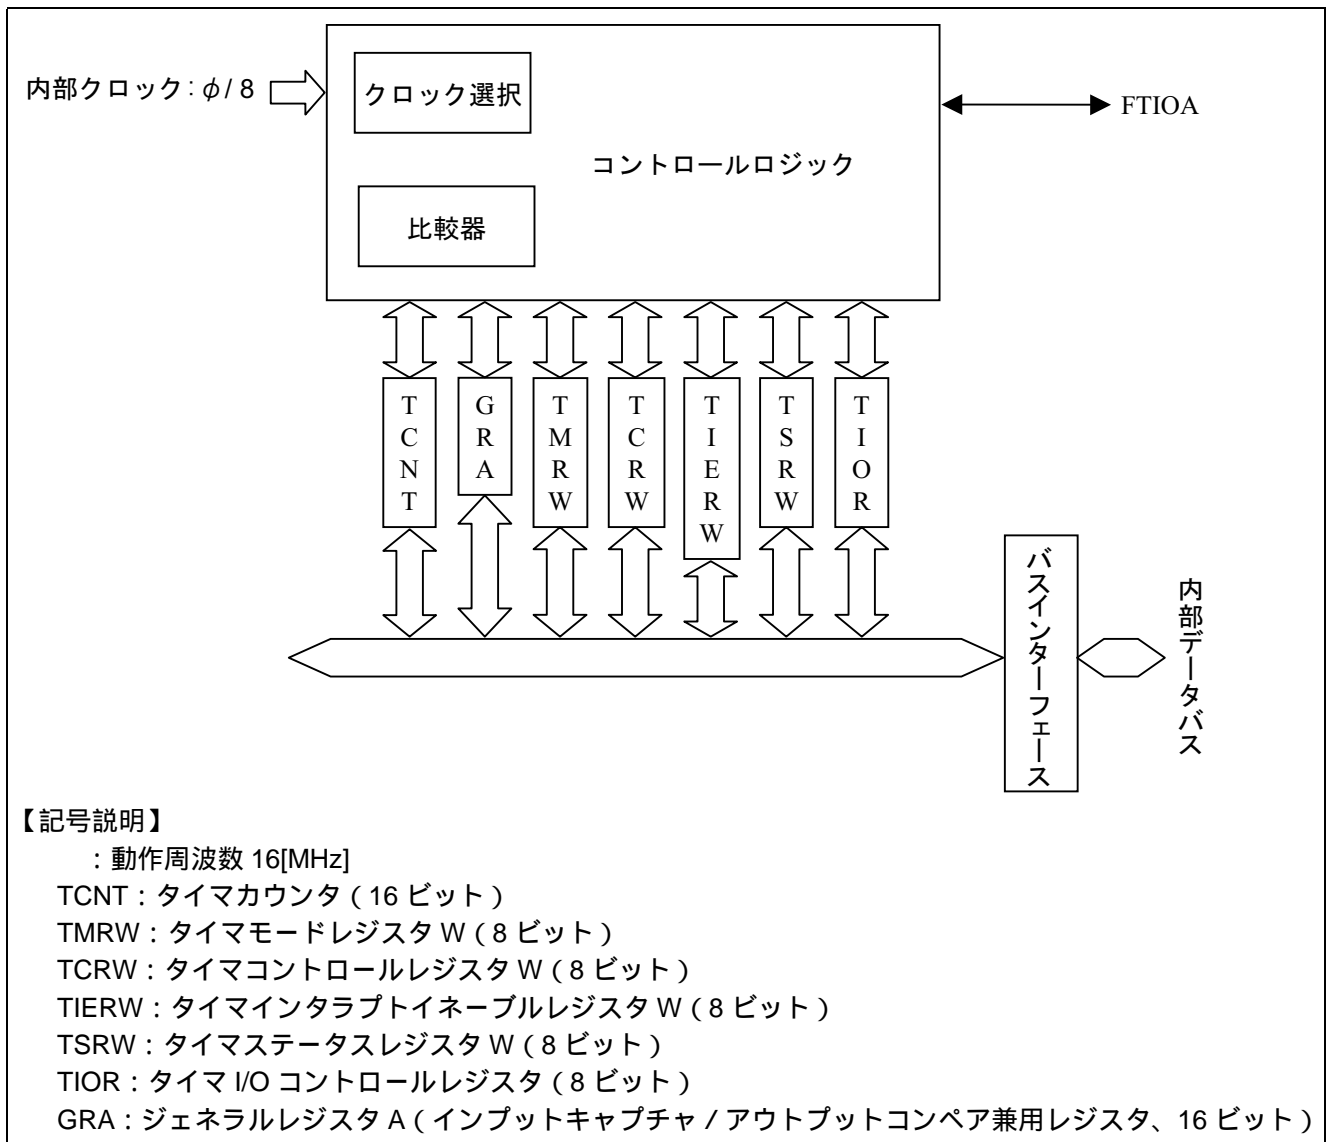

図 2 タイマ W のブロック図
- 本タスク例では、タイマ W インพุットキャプチャ機能を使用して、インพุットキャプチャ入力端子 FTIOA に入力されたパルスの周期を測定します。インพุットキャプチャ機能のブロック図を図 2に示します。以下に、タイマ W のブロック図について説明します。